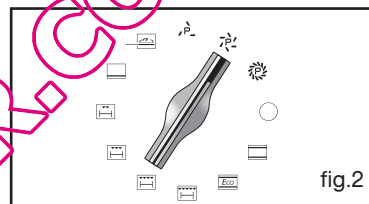

fig.2
Bijvoorbeeld: 1 uur 45 (fig.2).
- Druk op de toets + of - om de gewenste eindtijd in te stellen (fig.2).